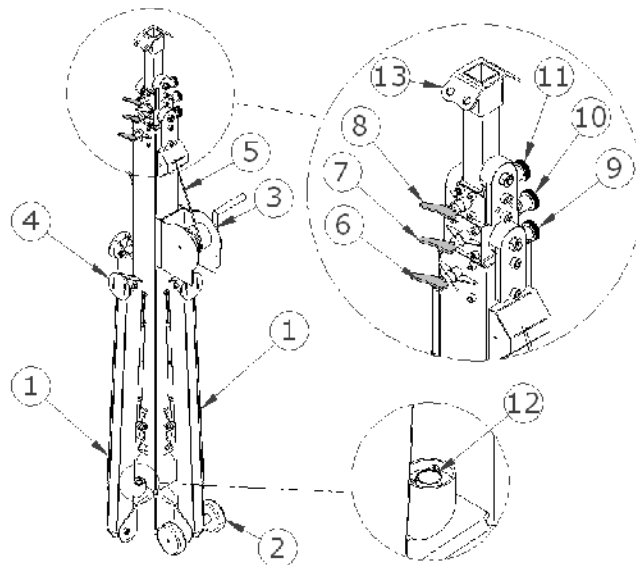

figura 4 / figure 4
*Per queste operazioni agire sui dispositivi di bloccaggio e sicurezza numeri 6-7 e 9-10 di figura 4.*